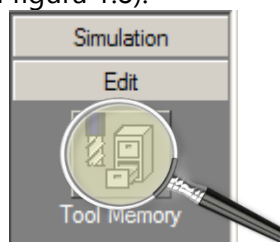

Figura 1.8 Accesarea configuratorului pentru magazia de scule
1. Din meniul *Edit*, din dreapta ferestrei principale, selectați iconița *Tool Memory* (vezi figura 1.8):